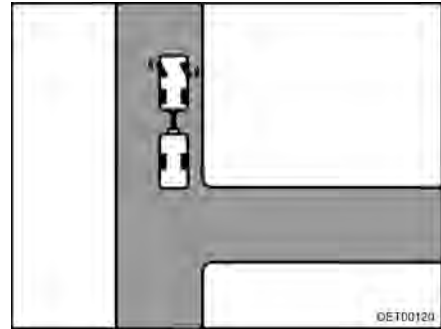

Fig. 14 Braquer à gauche
- Braquer à gauche quand l'attelage est arrêté (Fig. 14).